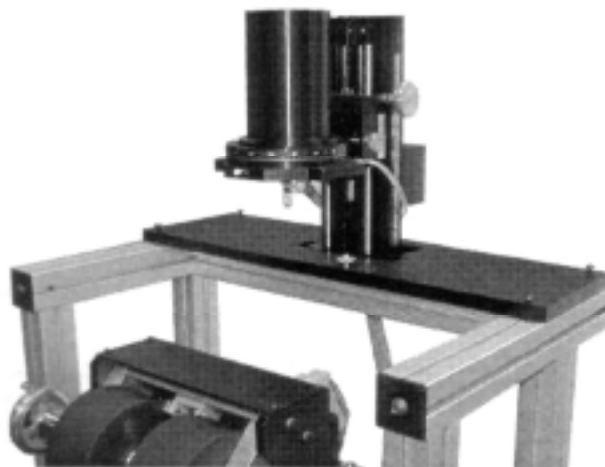

図 11 VSM プレートが後ろの位置にセットされた状態
- 2、 AGM/VSM プリアンプリボンケーブルが AGM connector(図 11 に示す Temp-Sense Amplifier ケースのすぐ上)とコントローラ背面の Preamplifier コネクターとに繋がっているか確認します。